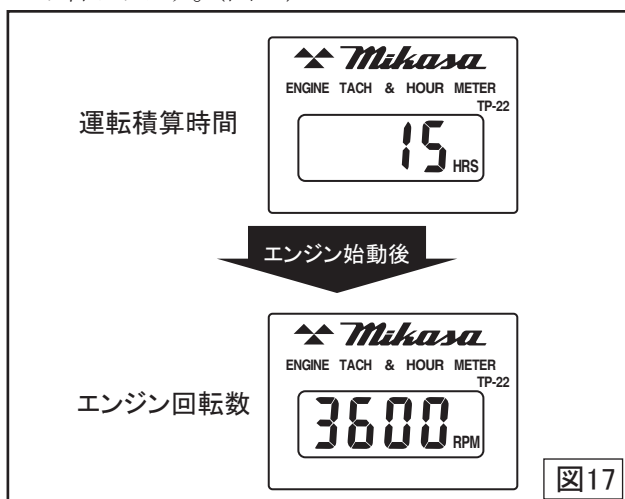

図17
- 6 タコアワーメーターにはエンジンが停止中は「運転積算時間(累積稼働時間)」が表示され、エンジンが始動すると「エンジン回転数」に表示が切り替わります。(図17)